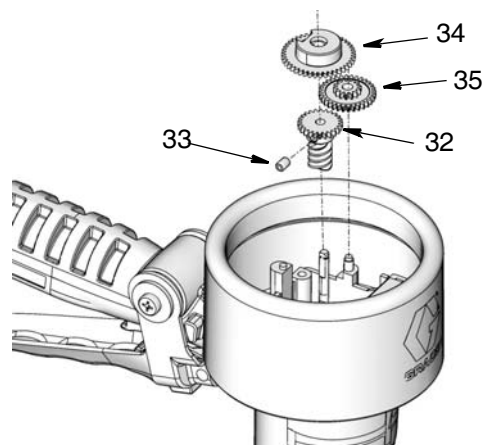

FIG. 18
6. Utilizzare una chiave esagonale da 2 mm per rimuovere la vite di regolazione (33). Rimuovere gli ingranaggi (32, 34, 35) (FIG. 18).